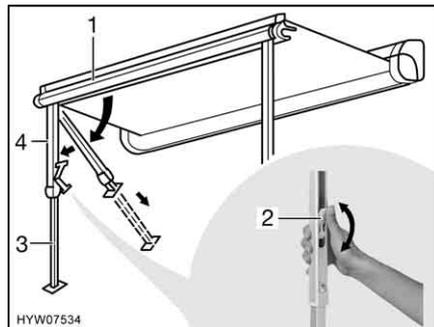

Fig. 43 Installazione dei montanti di supporto
- Rimuovere i montanti di supporto (Fig. 43,4) dal listello anteriore (Fig. 43,1) esercitando una leggera pressione verso l'esterno, quindi ribaltarli e collocarli.
- Aprire il bloccaggio sui montanti di supporto. A tal fine ripiegare la leva di serraggio (Fig. 43,2) verso l'alto.
- Estrarre la parte inferiore dei montanti di supporto (Fig. 43,3) fino alla lunghezza desiderata.
- Chiudere il bloccaggio presente sui montanti di supporto. A tale scopo, spingere la leva di serraggio (Fig. 43,2) verso l'alto.